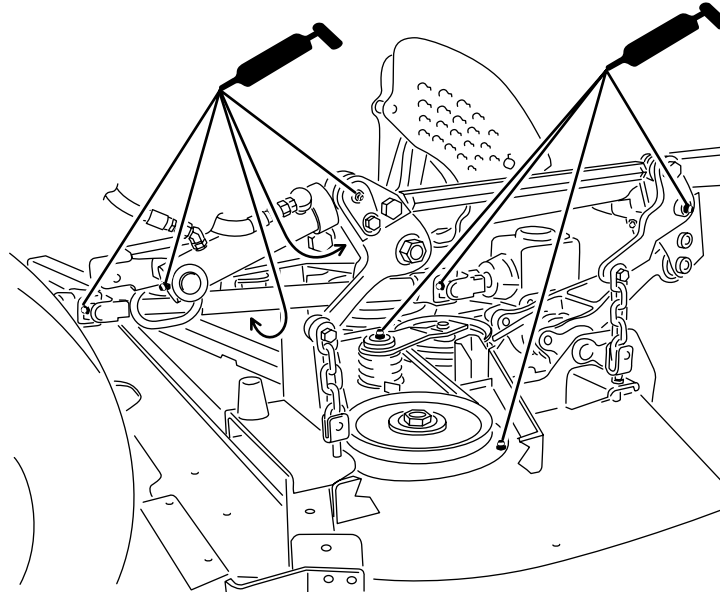

Figura 29
1. Limpie los engrasadores para evitar que penetre materia extraña en el cojinete o casquillo (Figura 29).